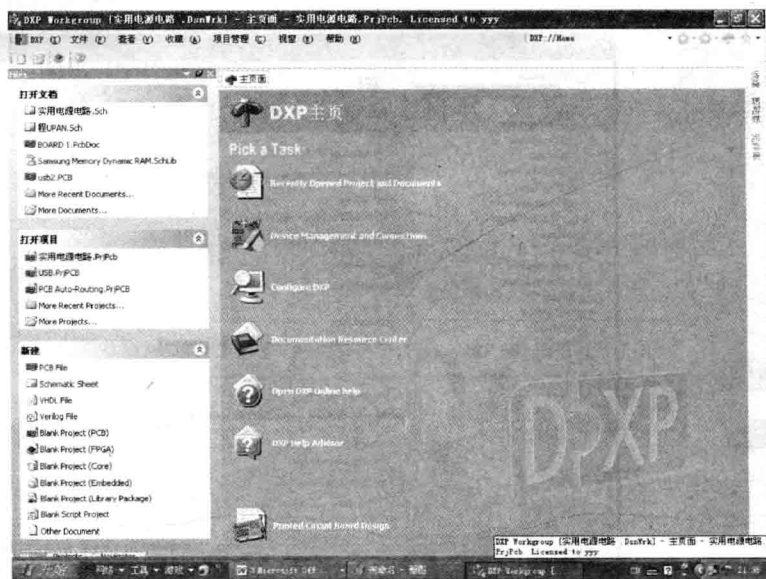

图 1-6 Protel DXP SP2 中文工作环境
(3) 单击提示框中的 OK 按钮, 关闭 Protel DXP SP2 软件。
(4) 双击桌面上的 DXP 2004 快捷图标 , 重新启动 Protel DXP SP2 软件, 进入系统后的界面如图 1-6 所示, 这时可以看到 Protel DXP SP2 已经变为中文的工作环境。